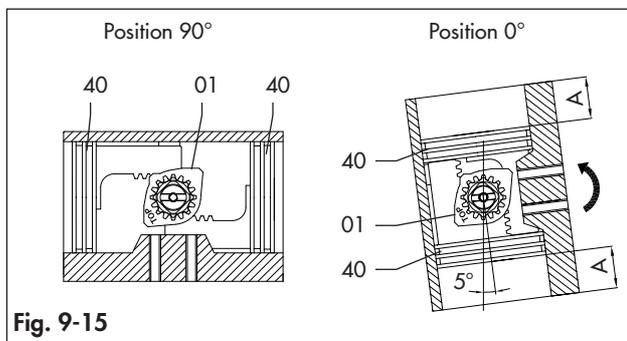

Fig. 9-15
- Une fois les pistons complètement fermés (position 0°) comme montré dans la Fig. 9-15, s'assurer que la rotation par rapport à l'axe du corps est :
- Avec des pistons complètement fermés (position 0°) conformément à la Fig. 9-15, la dimension « A » doit être la même des deux côtés
- Avec l'actionneur en position fermée (position 0°), en se référant à la Fig. 9-15 pour la position des pistons, visser ou dévisser la vis de butée droite (02) 1 tour à la fois jusqu'à obtenir la position de butée souhaitée. Dans le cas d'un actionneur à ressort de rappel, une alimentation pneumatique peut être nécessaire.